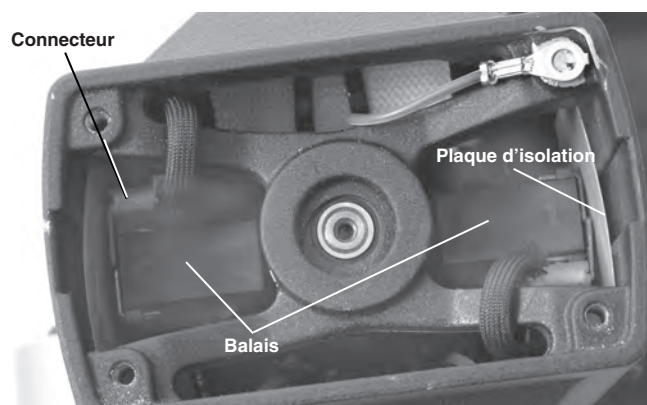

Figure 28 – Position des balais – Couvercle du moteur retiré
3. Retirez les balais moteur à l'aide d'une paire de pinces, puis déconnectez-les (Figure 28).